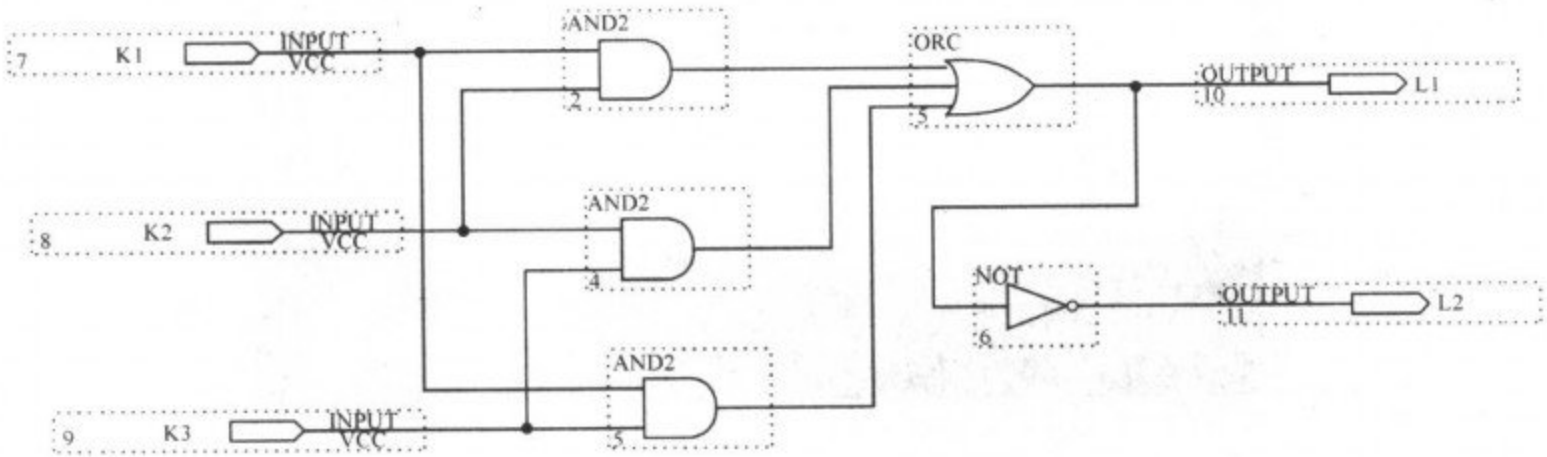

图 3-12 3 人表决器原理图
④ 在 Symbol Name 中输入 and2,点 OK,同样可以加入 or3,input,output、not,和 input、output,鼠标左键双击 PIN_NAME,那么 PIN_NAME 被选中,并且变黑,然后输入你要改的名字,如 K1、K2、K3、L1 和 L2,根据逻辑表达式绘制好的原理图如图 3-12 所示。